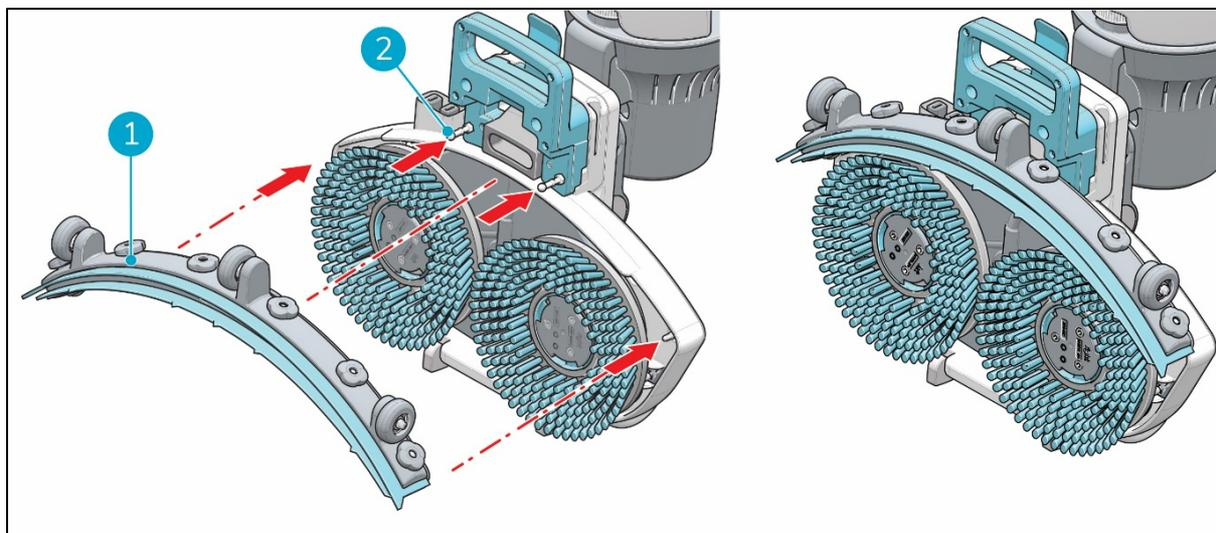

Figure 27
2. Alignez les broches de la plate-forme de récurage (Figure 27, pos 2) avec les trous sur la raclette (Figure 27, pos. 1).